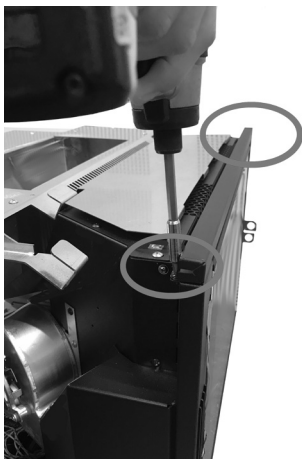

Fig. 50 - Rimozione profilo superiore
- Rimuovere il profilo superiore che sopra la porta (vedi **Fig. 50**).